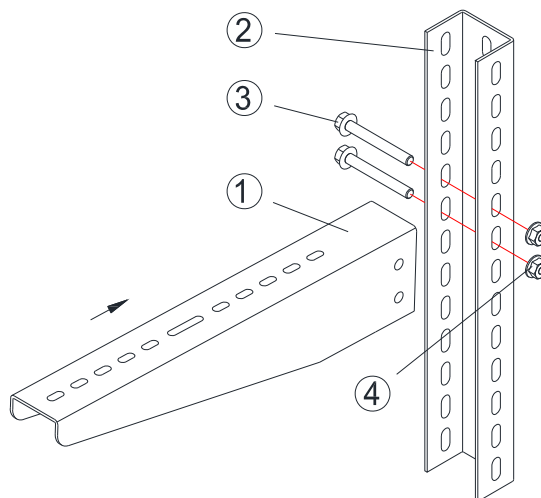

Рисунок 46
8.1.1 Вставить кронштейн позиция 1 (рисунок 46) внутрь профиля перфорированного позиция 2.